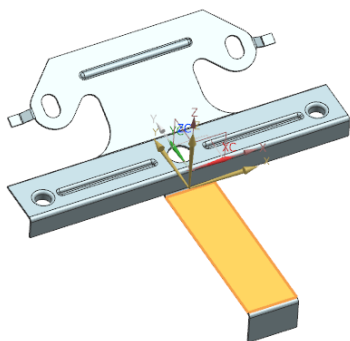
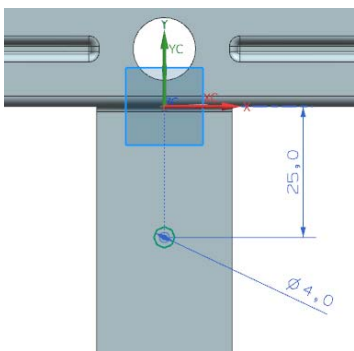

图 4-155 选择草图工作平面
图 4-156 绘制草图
(3) 在视图区选择如图 4-155 所示的平面为草图工作平面, 单击  按钮, 进入草图绘制环境, 绘制如图 4-156 所示的草图。